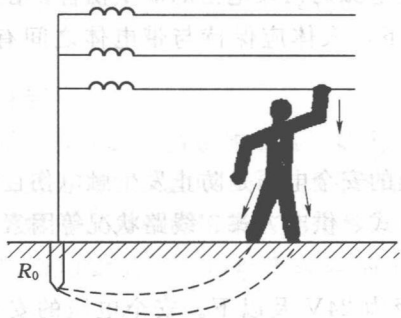

图 1-1 单相触电
(1) 单相触电。单相触电是指人体接触三相电网中带电体中的某一相时,电流通过人体流入大地的触电方式。单相触电如图 1-1 所示。